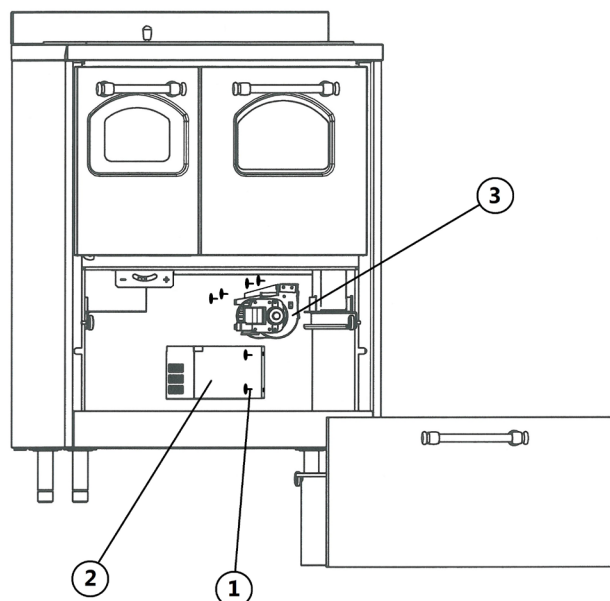

Fig. 17 - Vervanging ventilator
LEGENDE Fig. 17 op pag. 45
- Draai de 4 schroeven aan de zijkanen van de beschermingscarter van de ventilator los (zie **Fig. 17 op pag. 45**).